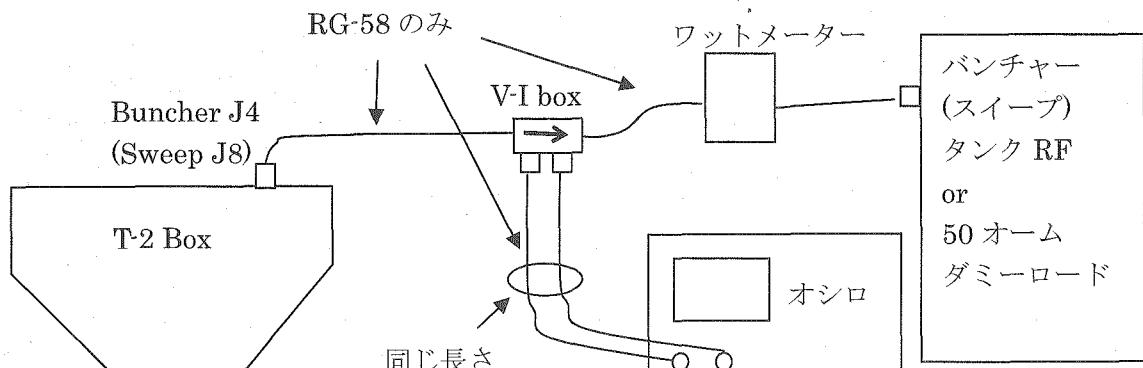

図 6.2-2 チューニング時配線図
- ④ V-I box を T-2 Box の buncher output(sweep output) と buncher(sweep) RF input もしくは 50 オームダミーロードの間につなぐ。V および I のアウトプットと同じ長さのケーブルでオシロの入力につなぐ。この部分のケーブルにはすべて RG-58(50 オーム)のケーブルを使用する。配線図を図 6.2-2 に示す。